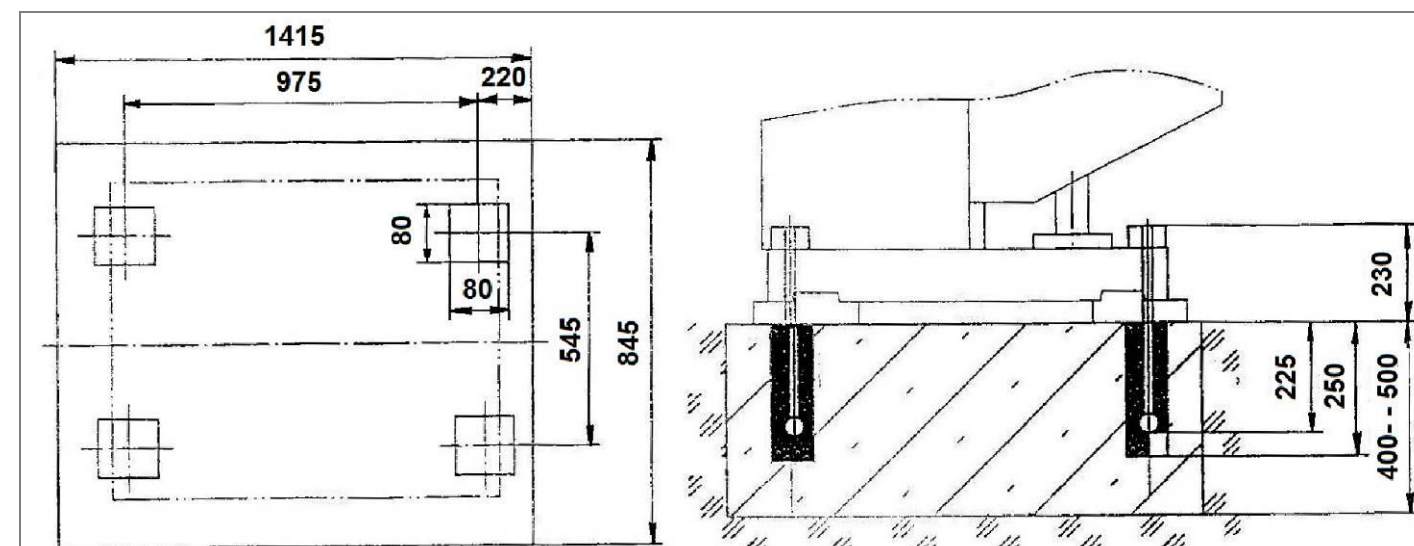

Рис. 9
8.2.3. Размеры фундамента для установки станка (см. Рис. 9).